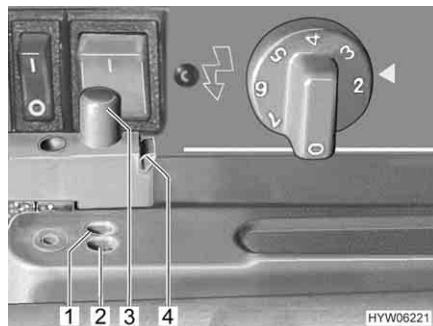

Fig. 72 Bloccaggio della porta del frigorifero
- Premere lateralmente sulla sicura di colore verde (Fig. 72,4) per sbloccare la porta. Il nottolino (Fig. 72,3) scatta all'infuori.
- Premere il nottolino (Fig. 72,3) in modo che scatti nel foro esterno (Fig. 72,2).
- Premere il nottolino (Fig. 72,3) in modo che scatti nel foro interno (Fig. 72,1). In questo modo la porta del frigorifero rimane ferma in posizione socchiusa.